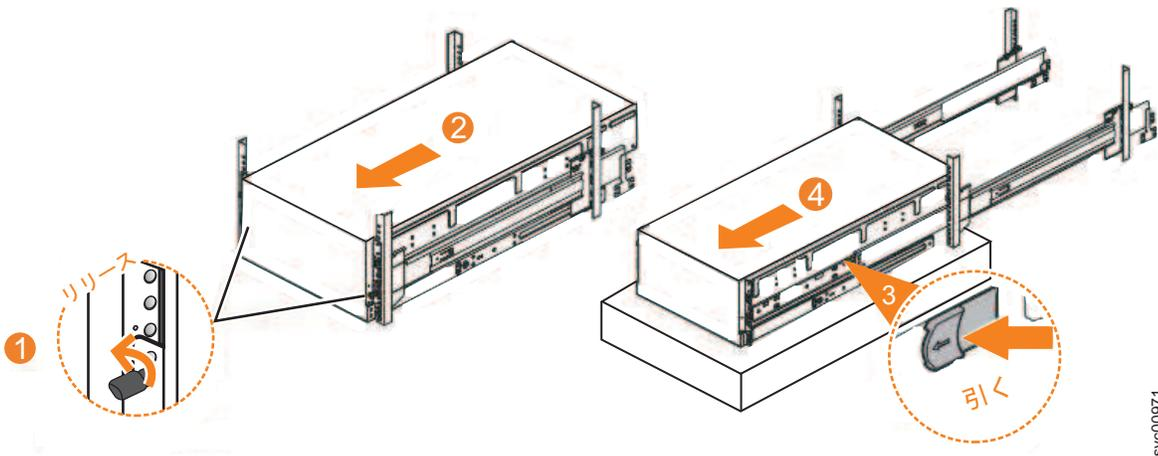

図 51. ラックからの 2076-92F エンクロージャーの取り外し
1. 図 51 に示すように、エンクロージャーの前面にあるロックつまみねじ (1) を緩めます。
2. 図 51 に示すように、エンクロージャーを手前にスライドさせてラックから慎重に外します (2)。
3. エンクロージャーの前面付近にある左右の青色の解放タブの位置を確認します。両方の解放タブを手前に引いて、ドロワー機構のロックを解除します (図 51 の 3)。
4. エンクロージャーおよび内部レール・メンバーをスライドさせてラックから取り出します (図 51 の 4)。